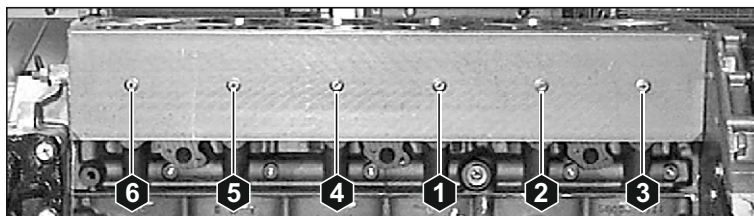

Рис. 121. Порядок затяжки боковой пластины.
6. Ввернуть болты и затянуть рекомендуемым моментом (см. Таблицу 3) в порядке, указанном на Рис. 121.